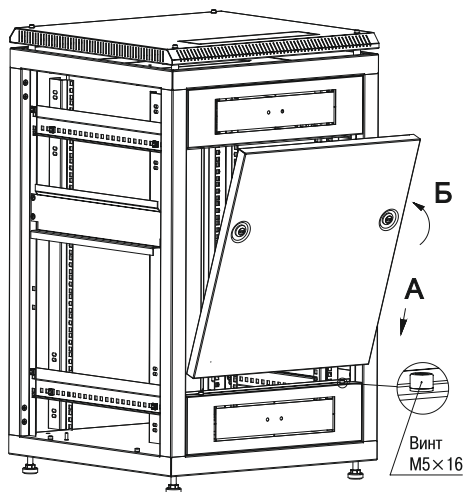

Рисунок 9
3.2.2 Для установки панели в шкаф необходимо установить два винта M5×16 с цилиндрической головкой в нижний ввод кабельный, затем состыковать круглые посадочные отверстия панели с винтами, установленными на нижнем вводе кабельном, затем переведите язычки замков в положение «закрыто» (рисунок 9).